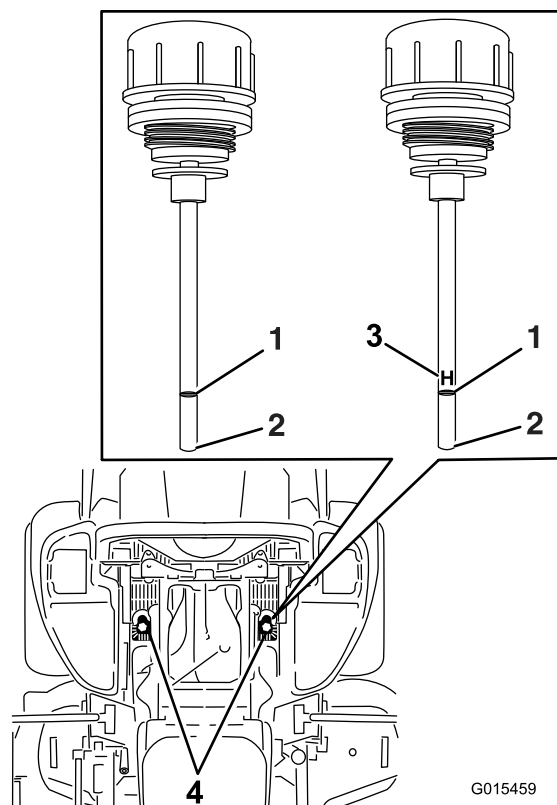

Figure 110
5. Nettoyez la surface autour des jauges des réservoirs du système hydraulique (Figure 110).
6. Sortez une jauge du réservoir hydraulique (Figure 110).
8. Ressortez la jauge et examinez l'extrémité (Figure 110).